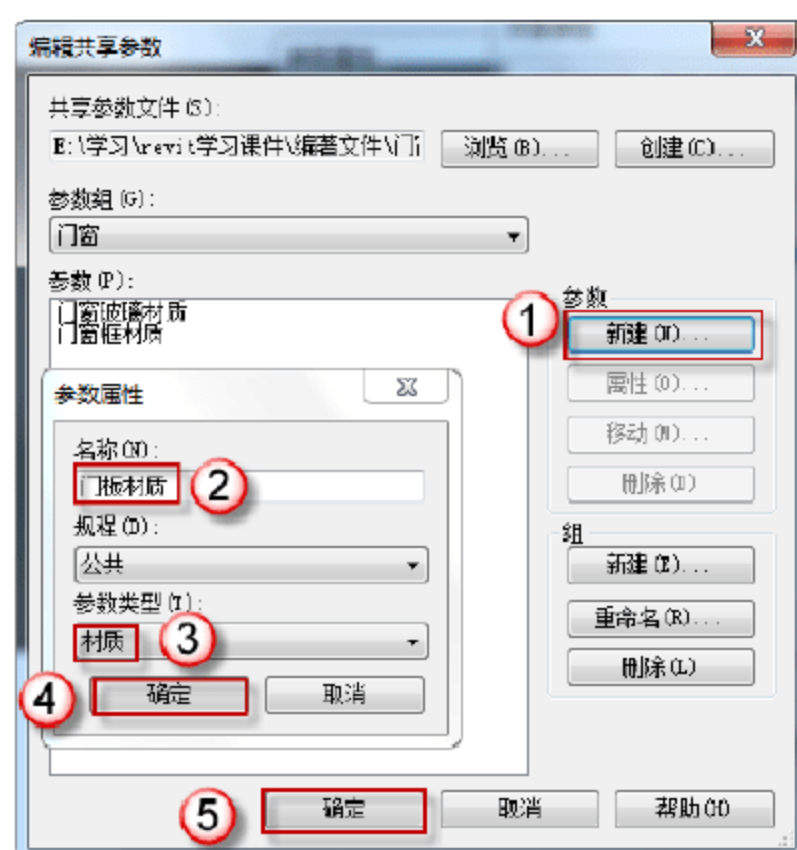

图 6.1.18 添加门窗材质
(16) 新建门窗材质参数。在“编辑共享参数”对话框中，单击“参数”下的“新建”按钮，弹出“参数属性”对话框，在“名称”中输入“门板材质”，在“参数类型”栏中选择“材质”选项，单击“确定”按钮，单击“编辑共享参数”对话框中的“确定”按钮，如图 6.1.18 所示。